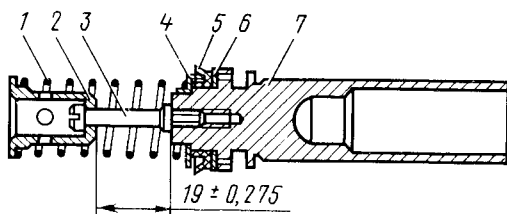

Рис. 189. Первичный поршень главного цилиндра:
ющую втулку 10, наружную манжету 7 и упорное кольцо 6. Не рекомендуется без необходимости вывертывать винт 3 (рис. 189) держателя.
3. Соберите первичный поршень, как показано на рис. 189, проверьте размер $19 \pm 0,275$ мм (не регулируется).